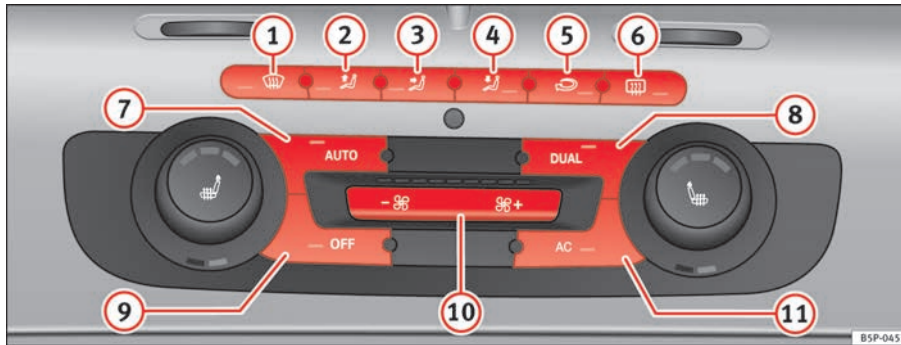

Abb. 134 Bedienelemente der 2C-Climatronic am Kombiinstrument.
- Zum Einschalten des manuellen Betriebs betätigen Sie eine der Tasten \Rightarrow Abb. 134 ① bis ⑤ oder aber die Gebläsetasten ⑩. Die jeweils eingestellte Funktion wird am Display des Radios bzw. des Navigationssystems angezeigt.
- Drücken Sie die Taste  ⇒ Seite 171, Abb. 134 , um den Umluftbetrieb ein- oder auszuschalten. Bei eingeschaltetem Umluftbetrieb erscheint am Display das Symbol .